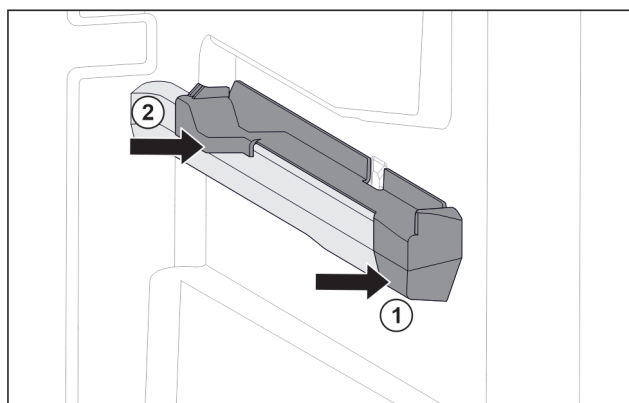

Fig. 151 右侧容器肋梁上的插装件
- ▶ 将插装件前部放到容器肋梁上。 Fig. 151 (1)
- ▶ 压紧插装件后部。 Fig. 151 (2)